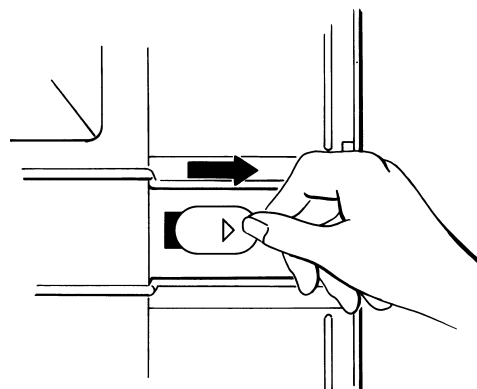

Fig. 3
4. Obturez les trous désormais libres avec les bouchons en plastique fournis. Insérez les bouchons dans le grand orifice en suivant le sens indiqué par la flèche et faites-les glisser dans la petite rainure, jusqu'à la butée (voir la figure 3).